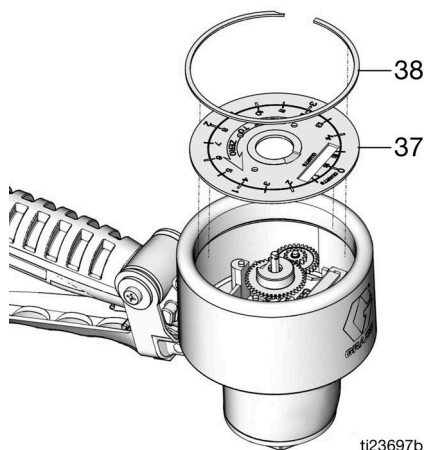

FIG. 17
5. Rimuovere la clip di fissaggio grande (38), poi il pannello della piastra frontale (37) (FIG. 17).